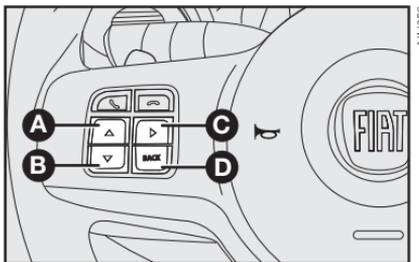

fig. 51
## BOTÕES DE COMANDO - fig. 51
Os botões de comando estão localizados à esquerda no volante **fig. 51**.
## COMANDOS NO VOLANTE - fig. 51 (algumas versões)
- **D-fig. 51** (algumas versões)